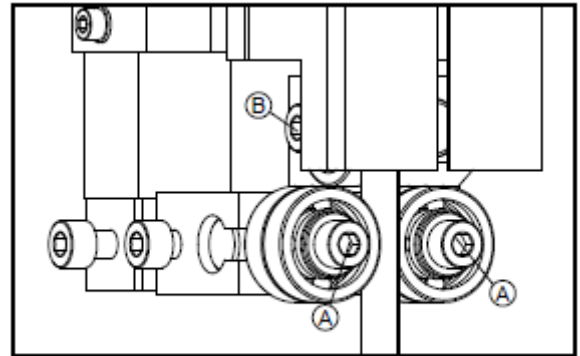

Fig.4.5.1
- In der gewählten Position die Fixierschraube (D) festziehen.
- Die seitlichen Rollenlager werden durch das Einstellen mit den beiden Schrauben (A) Fig. 4.5.1 so eingestellt dass das Sägeband höchstens 1mm Spiel hat.
- Das hintere Rollenlager wird mit der Schraube (B) Fig. 4.5.1 so eingestellt, dass höchstens 1mm Distanz zwischen Rollenlager und Sägeband ist.